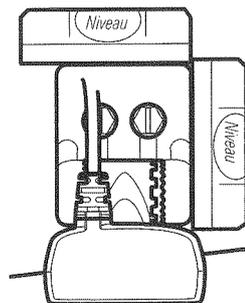

Figure 24
7. Continuez à ajuster jusqu'à ce que le support soit aussi de niveau, de bâbord à tribord (de niveau à l'horizontale, d'un point de vue situé derrière le bateau). (Figure 24)